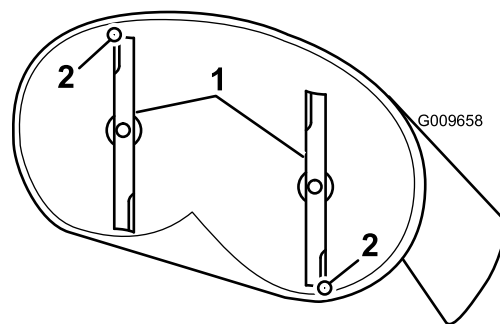

Figura 54
4. Gire cuidadosamente las cuchillas colocándolas en el sentido de avance de la máquina (Figura 54).
5. Mida entre la punta de la cuchilla delantera y la superficie plana y entre la punta de la cuchilla trasera y la superficie plana (Figura 54). Si la punta de la cuchilla delantera no está entre 1.6 y 7.9 mm (1/16 y 5/16 pulg.) más baja que la punta de la cuchilla trasera, ajuste la contratuera delantera.
8. Compruebe la inclinación longitudinal de nuevo después del ajuste. Siga ajustando la tuerca hasta que la punta de la cuchilla más avanzada esté entre 1.6 y 7.9 mm (1/16 y 5/16 pulgada) más baja que la punta de la cuchilla más atrasada (Figura 54).